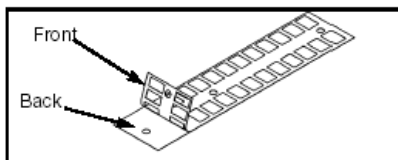

Figura 2
**A.** Lentamente e com cuidado descole o lado traseiro do adesivo. **NOTA:** Ao descolar a capa traseira, certifique-se que os adesivos permaneçam unidos à etiqueta dianteira. Figura 2.